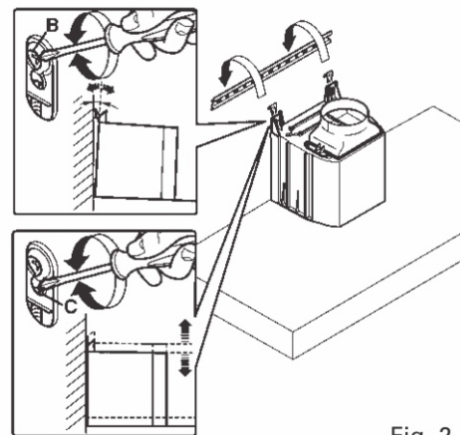

Fig. 2
-Enganche la campana extractora en la barra de apoyo (Fig 2).
-Regule la alineación de la campana extractora mediante los tornillos con placa (Fig 2). El tornillo superior B regula la distancia hasta la pared y el inferior el deslizamiento vertical.